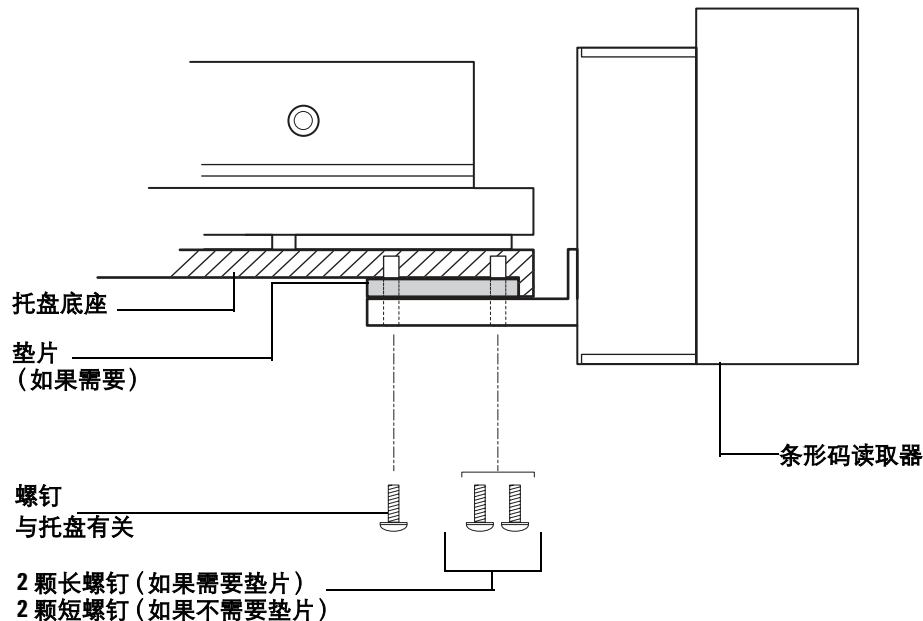

图 24 安装条形码读取器 - 侧视图
- 3 如果需要使用垫片，则使垫片上的孔与托盘底部的固定螺钉孔对齐。将条形码读取器装配支架放在垫片下面，插入两颗长螺钉，将螺钉拧紧。请参阅图 24。如果不需要垫片，则将条形码读取器装配支架放在托盘底部的固定螺钉孔下面。插入三颗短螺钉，将螺钉拧紧。请参阅图 24。